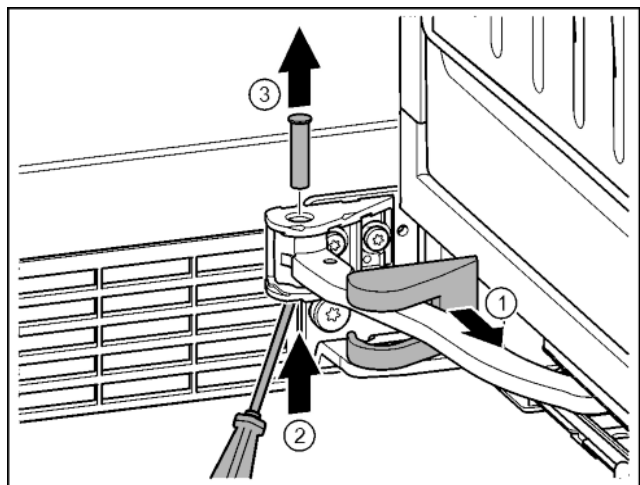

Fig. 15
- ▶ Stiahnite kryt ložiskovej konzoly a presuňte ho pozdĺž kĺbu. Fig. 15 (1)
- ▶ Čap zdola nadvihnite prstom alebo skrutkovačom. Fig. 15 (2)
- ▶ Skrutkovač zasuňte pod hlavu čapu a vyťahnite ho. Fig. 15 (3)